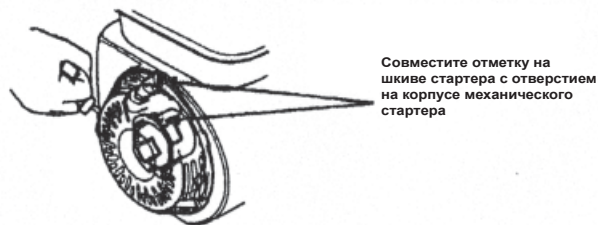

Рис.33
3.Медленно потяните ремень стартера, пока не почувствуете легкое сопротивление, продолжайте тянуть, пока паз на шкиве стартера не поравняется с отверстием на стартере. В этот момент всасывающий и выхлопной клапан закрыты, и это предотвращает коррозию внутренней поверхности. (Рис.33).